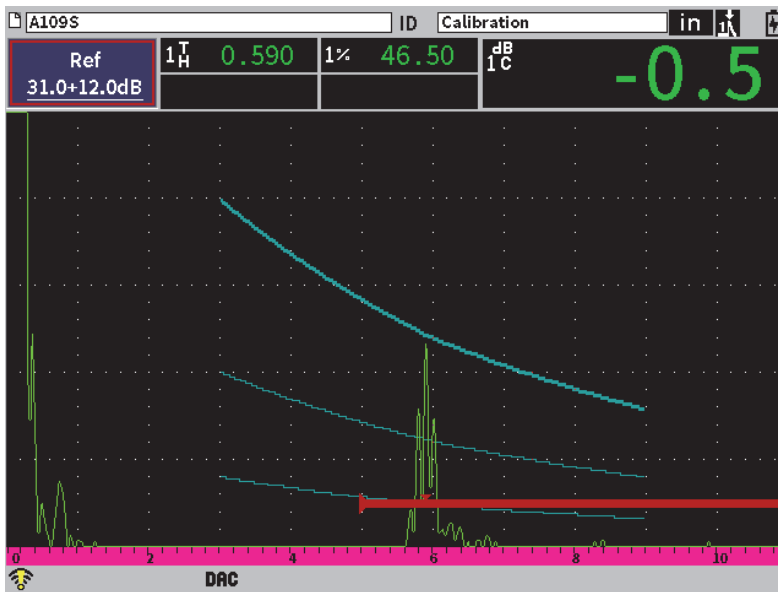

Рис. 11-6 Построенная кривая DAC
9. Повторите шаги 6, 7 и 8 до полного построения кривой (см. Рис. 11-6 на стр 184).